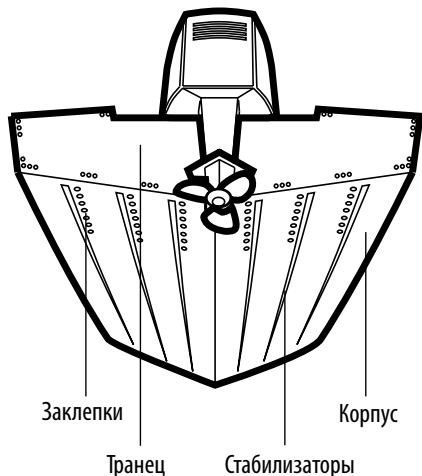

Рис.9
- Лучший способ определить место, свободное от турбулентности, посмотреть на транец во время движения лодки. Этот метод рекомендован для высокоскоростных лодок. Если это невозможно, выберите место на транце, где корпус перед ним ровный, гладкий, плоский и свободен от выступов ребер. (рисунок 9)